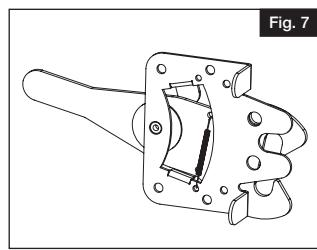

Fig. 7
- c. Voltear la placa de modo que los soportes de "dedo" estén orientados hacia la izquierda y volver a fijar el resorte, como se muestra (Fig. 7).